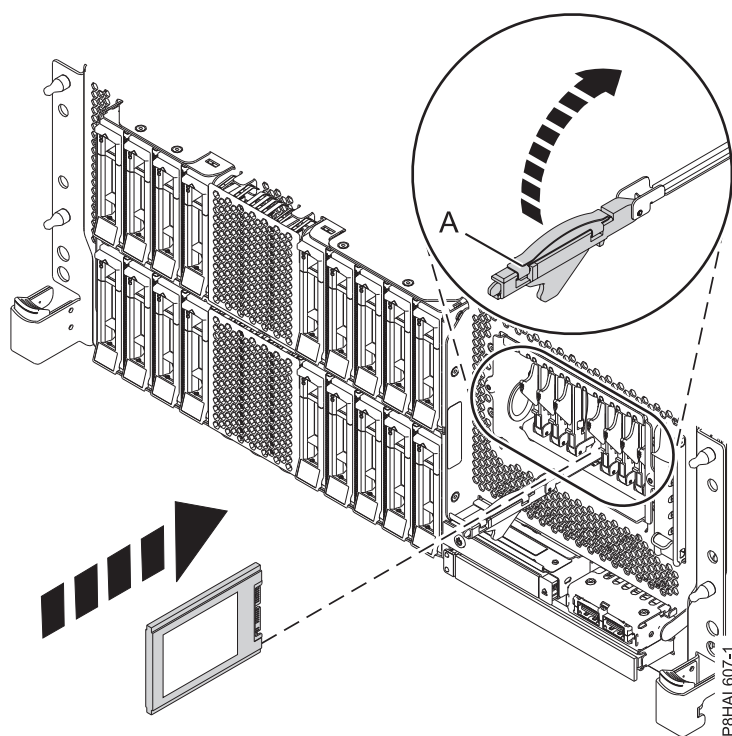
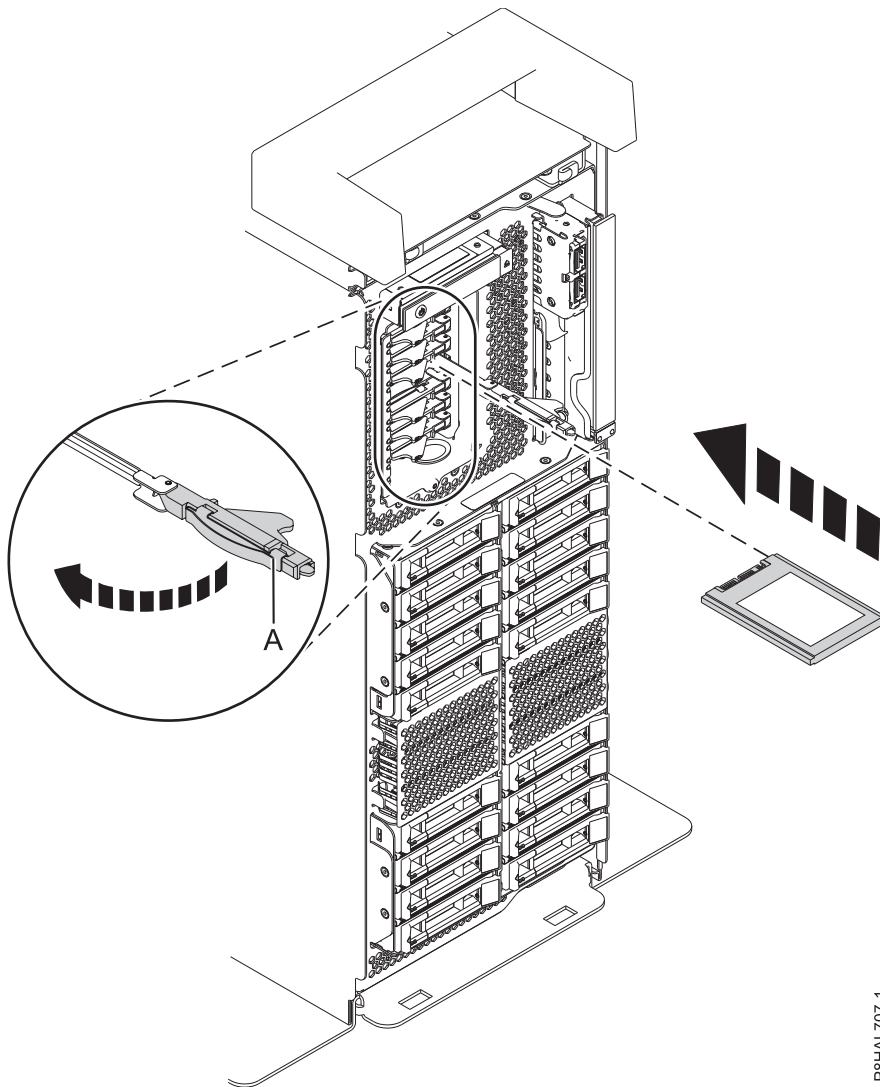

Figure 25. Installation d'une unité SSD dans un système à fonction étendue monté en armoire
Figure 26. Installation d'une unité SSD dans un système à fonction étendue autonome
14. Avec la poignée de la baie d'unité SSD (A) en position déverrouillée, tirez le levier vers l'extérieur pour accéder aux rails de guidage de l'emplacement SSD. Maintenez l'unité SSD par le dessous tout en l'alignant avec les rails de guidage de l'emplacement SSD. Voir figure 25 et figure 26, à la page 32.
18. Verrouillez l'unité en faisant tourner la poignée de la baie (A) dans la direction indiquée. figure 25 et figure 26, à la page 32.